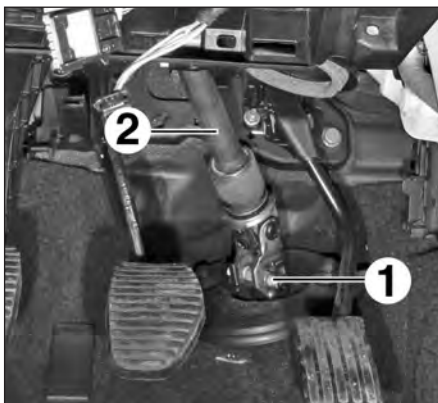

FIG.41
- Déposer les agrafes de verrouillages (2) des durits de refroidissement.
- Débrancher les durits de refroidissement (1).
- la vis (3),
- la platine de maintien (4),
- le caoutchouc d'étanchéité (5),
- le boulon (1) de l'arbre intermédiaire (2) de la colonne de direction (Fig.41),
- l'arbre intermédiaire (2) de la colonne de direction du boîtier de direction.